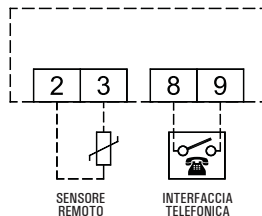

Fig. 4
3. Eseguire i collegamenti elettrici seguendo lo schema di collegamento di Fig. 4.